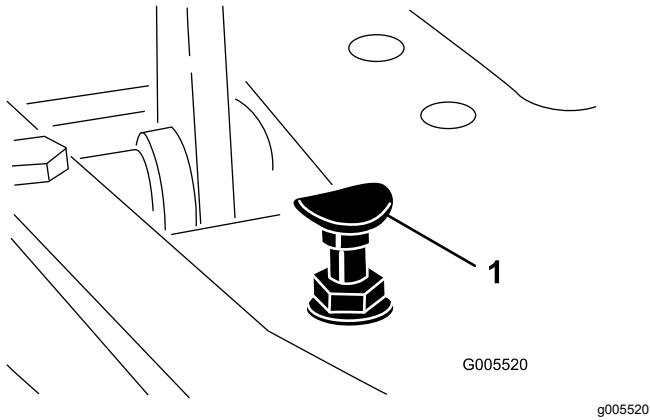

Figura 48
Para obtener la velocidad máxima de transporte, ponga la palanca de control funcional en la posición de TRANSPORTE y pise el pedal de tracción. Si el pedal toca el tope (Figura 48) antes de que se note tensión en el cable, ajústelo como se indica a continuación:
1. Ponga la palanca de control funcional en la posición de TRANSPORTE y afloje la contratuerca que fija el tope del pedal a la chapa del suelo (Figura 48).